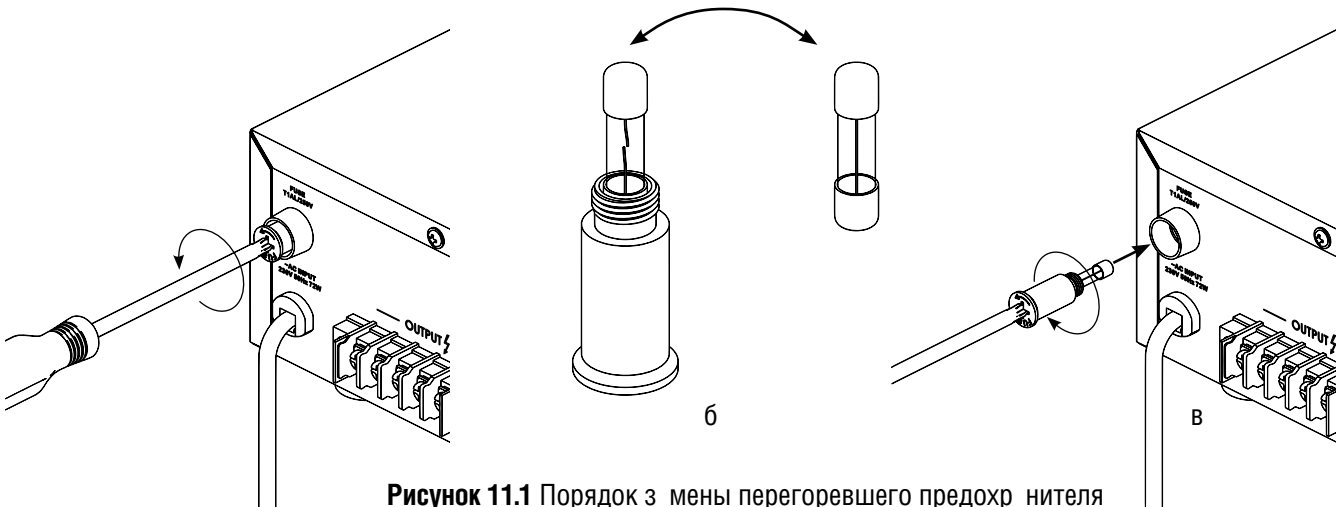

Рисунок 11.1 Порядок з мены перегоревшего предохранителя
- 2. Извлеките крышку предохранителя из тр нсяционного усилителя повор чив я её против ч совой стрелки крестовой отвёрткой (**Рис. 11.1, а**)
- 3. З мените перегоревший предохранитель искр вным, предв рительно убедившись, что в крышке не ост лось посторонних предметов (**Рис. 11.1, б**)
- 4. Вст вьте крышку с искр вным предохранителем в тр нсяционный усилитель и плотно з крутите её, повор чив я по ч совой стрелке (**Рис. 11.1, в**)